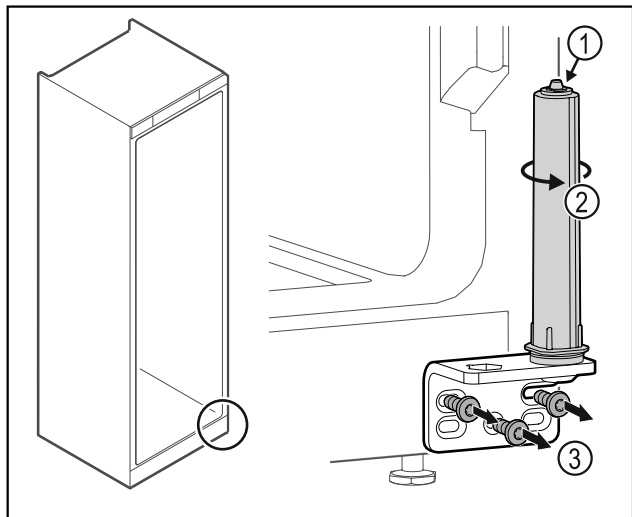

Fig. 27
- ▶ Ne szedje szét az ajtó zárrendszert Fig. 27 (1).
- ▶ Forgassa el a zárrendszert Fig. 27 (2), amíg az be nem kattann.
- ▶ Csavarozza le a csuklópántot Fig. 27 (3).